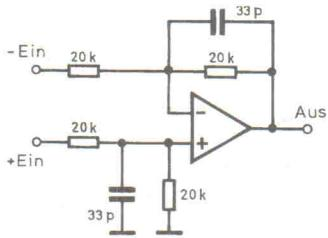
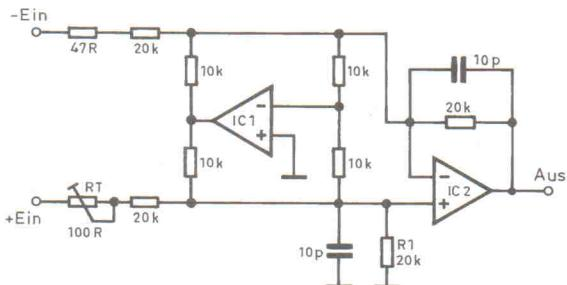

Bild 1. Der Standard-Differenz- oder -Symmetrieverstärker. Er ist das Herz der meisten Schaltungen zur Gleichtaktunterdrückung.
Bild 9. Dieses Schaltungskonzept sieht gut aus, funktioniert aber nicht: IC1 hat keinerlei Einfluß auf die erreichte CMR.
Bild 1 zeigt den allseits bekannten Differenzverstärker, wie er für viele Anwendungsfälle durchaus ausreicht. Bestückt mit einprozentigen Metallfilmwiderständen leistet diese sparsamste Ausführung ohne Abgleich im Frequenzbereich unterhalb 10 kHz mehr als 50 dB CMR (Bild 2, Kurve 1). Der Einfluß des Operationsverstärkers (OV) ist vernachlässigbar, die erreichte CMR basiert vollständig auf den Bauteiletoleranzen. Die im realen Leben unverzichtbaren Kondensatoren C1/C2 verursachen im Bereich über 1 kHz wegen ihrer hohen Toleranz einen deutlichen Rückgang. Kurve 2 zeigt, wie sich dieser Bereich durch hoch-
Wer einen Abgleich vermeiden will und trotzdem eine hohe CMR benötigt, könnte sein Glück in 0,1-Prozent-Meßwiderständen suchen. Aber abgesehen vom hohen Preis der Widerstände läßt sich hierdurch keine eindeutige Verbesserung feststellen. Bild 6 zeigt Meßergebnisse der Schaltung aus Bild 1 mit 9 kOhm Meßwiderständen und ohne Kondensato-
Als verunglückten Aprilscherz, der leider immer wieder durch die Literatur geistert, ist Bild 9 zu sehen. Angeblich bildet IC1 den Regelkreis in einer Widerstandsbrücke. Er soll unabgeglichen eine Gleichtaktunterdrückung wie die Schaltungsvariante in Bild 1 erreichen. Nur folgt hier eine weitere Stufe (nämlich die aus Bild 1), was die CMR theoretisch verdoppelt. Eine solche Widerstandsbrücke kann spätestens dann nicht funktionieren, wenn sie in einen virtuellen Nullpunkt greift (IC2, Pin -) und im positiven Eingangsweg durch R1 die Impedanzverhältnisse einseitig verschiebt. Doch selbst wenn man diese Schaltung über zusätzliche Trennwiderstände 'korrekt' an einen folgenden Symmetrieverstärker anschließt, bleibt die CMR von IC1 gleich Null. In der Literatur erfolgt der Abgleich sinnerweise nicht in der Widerstandsbrücke, sondern am Eingangswiderstand. Damit entlarvt sich die erreichte CMR als vollständig von IC2 verursacht. Wenig verwunderlich ist daher, daß Meßergebnisse und